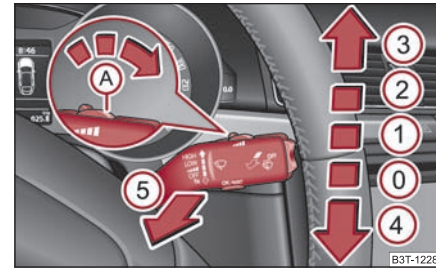

Fig. 73 Maneta de acționare a ștergătoarelor de parbriz
Maneta de acționare a ștergătoarelor ⇒ fig. 73 are următoarele poziții:
- Când ștergătoarele funcționează încet ② sau rapid ③ ⇒ pagina 71, fig. 73 și viteza de deplasare se reduce sub 4 km/h, se va comuta automat pe o treaptă imediat inferioară. La creșterea vitezei peste 8 km/h se va relua ștergerea existentă anterior.
Pentru spălarea farurilor, după fiecare prima și a cincea spălare a parbrizului se vor spăla și farurile; pentru aceasta farurile trebuie să fie aprinse și maneta de acționare a ștergătoarelor de parbriz trebuie să fie menținută cca. 1 secundă în poziția ⑤ ⇒ pagina 71, fig. 73.
- Apăsăți apoi în interval de 10 secunde maneta ștergătoarelor în poziția ④ ⇒ pagina 71, fig. 73 - brațele ștergătoarelor adoptă poziția de service.